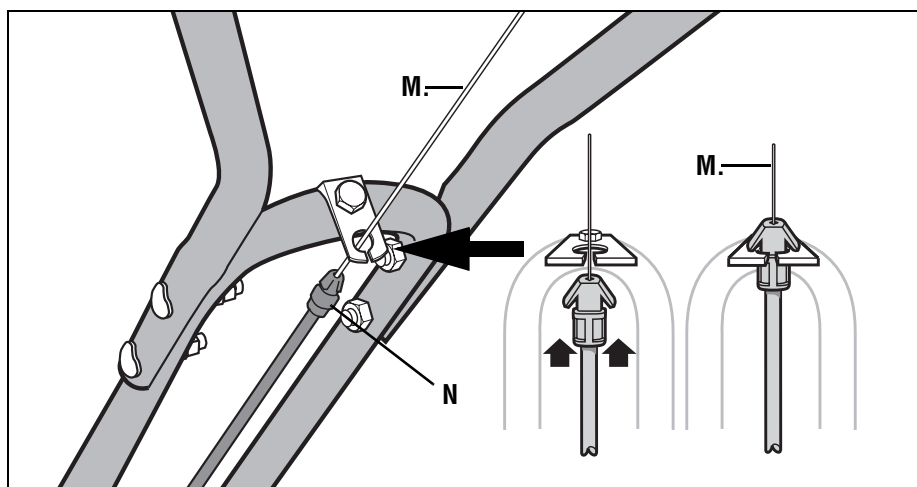

Fig. 2-4: Instalación de la ménsula del cable del embrague de marcha directa y del cable.
1. Desenrolle cuidadosamente el cable del embrague de marcha directa (cable sin perilla adosada) de la posición de embarque y deslice el alambre delgado del cable (M, Fig. 2-4) dentro de la ranura de la ménsula del cable. Empuje el conector del cable (N, Fig. 2-4) hacia arriba a través del orificio de la ménsula hasta que la ranura del conector quede en su lugar.